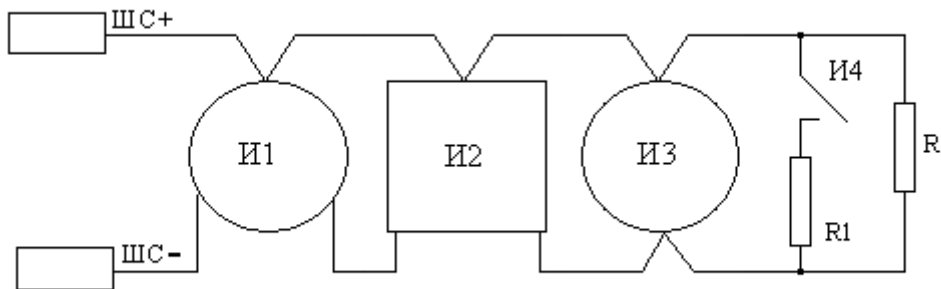

Рис. 3.3.
3.7. Схема подключения пожарных извещателей к БУ приведена на рис. 3.3.